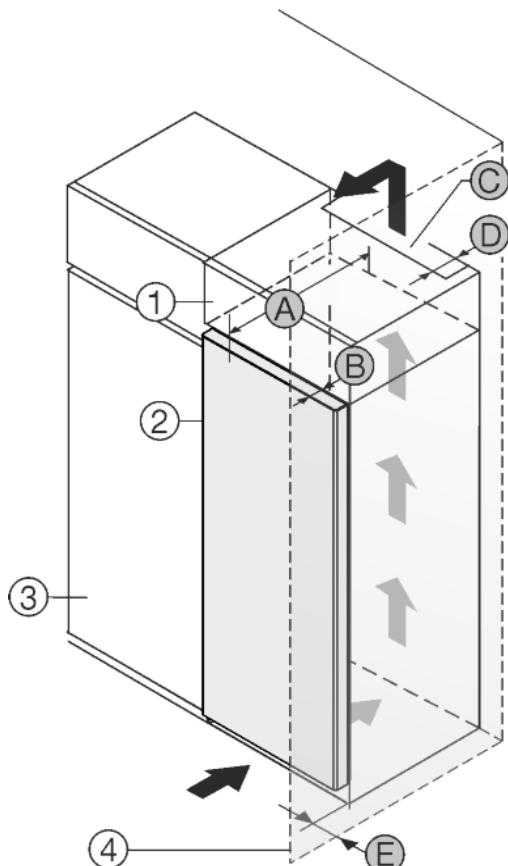

Fig. 1
Gerät direkt neben dem Küchenschrank Fig. 1 (3) aufstellen.*
An der Rückseite des Aufsatzschrankes muss ein Abluftschacht mit der Tiefe Fig. 1 (D) über die gesamte Aufsatzschrankbreite vorhanden sein.
Unter der Raumdecke muss der Entlüftungsquerschnitt Fig. 1 (C) eingehalten werden.
Wenn das Gerät mit den Scharnieren neben einer Wand Fig. 1 (4) aufgestellt wird, muss der Abstand zwischen Gerät und Wand mindestens 40mm betragen. Dies entspricht dem Griffüberstand bei geöffneter Tür.